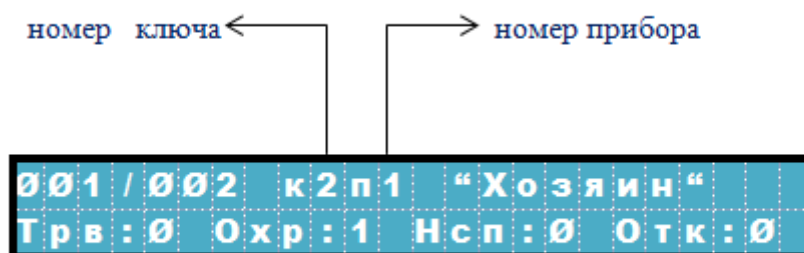

Рис. 20. Вид на дисплее надписи ключа типа «Хозяин»
Для постановки либо снятия с охраны приборов с помощью ВПУ-A24/700(O) необходимо к устройству доступа, подключенному к ВПУ-A24/700(O), приложить электронный ключ типа «Хозяин», присвоенный прибору, зоны которого необходимо поставить (снять) на охрану. На экране отобразится надпись: номер ключа, номер прибора, которому присвоен указанный ключ, и тип ключа «Хозяин» (см. рисунок 20).